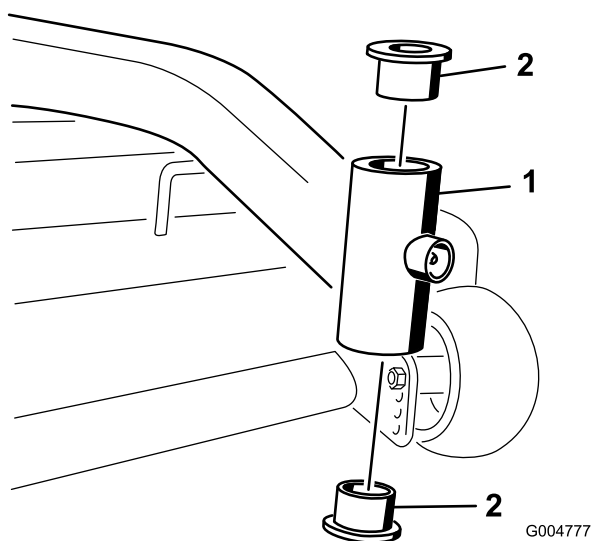

Figura 41
4. Introduzca un punzón botador en el tubo de montaje y con sumo cuidado retire los casquillos (Figura 41). Limpie el interior del tubo de montaje.